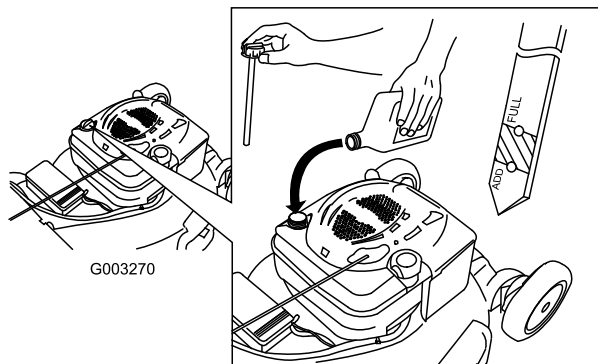

Figure 6
1. Retirez la jauge (Figure 6).
2. Versez de l'huile **lentement** dans le goulot de remplissage pour faire monter le niveau de liquide jusqu'au repère du plein (Full) sur la jauge (Figure 6). **Ne remplissez pas excessivement.** (Remplissage max. : 0,59 l (20 oz), type : huile détergente SAE 30W de classe de service API SF, SG, SH, SJ, SL ou supérieure.)